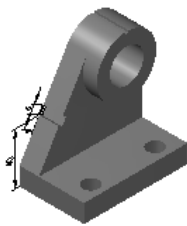
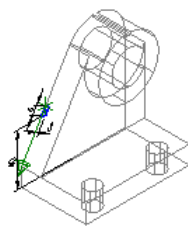

图 7.7.48 挤出特征
图 7.7.49 定义串连方向
Step20. 创建图 7.7.48 所示的挤出特征。
(1) 在状态栏的 **层别** 按钮后的文本框中输入值 1, 并按 Enter 键确认。
(2) 选择命令。选择下拉菜单 **实体管理器(S)** → **挤出(E)...** 命令, 系统弹出“串连选项”对话框。
(3) 定义轮廓曲线。选取草图 6 所绘制的曲线, 并调整与图 7.7.49 所示的相同串连方向, 单击  按钮完成轮廓曲线的定义, 同时系统弹出“挤出串连”对话框。
(4) 设置拉伸参数。在 **挤出操作** 区域中选中  **切割实体** 单选项; 在 **挤出的距离/方向** 区域中选中  **全部贯穿** 单选项。
(5) 单击  按钮, 完成挤出特征的创建。